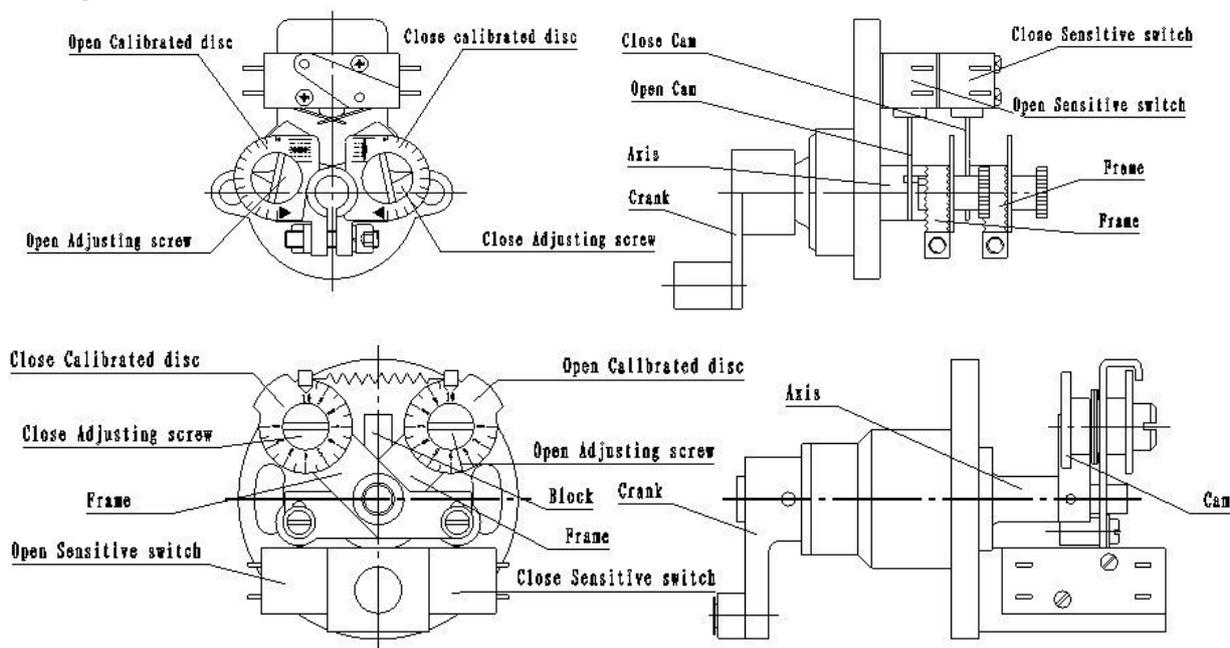

Рисунок 5
6.1 Регулировка регулятора крутящего момента (см. рис. 5). Перед поставкой крутящий момент регулируется в соответствии с требованиями пользователя, поэтому, как правило, дополнительная регулировка не требуется. Если пользователь хочет изменить значение настройки, он может повернуть регулировочную ось кулачка по соответствующей шкале, сначала отрегулировать положение закрытия, а затем положение открытия.